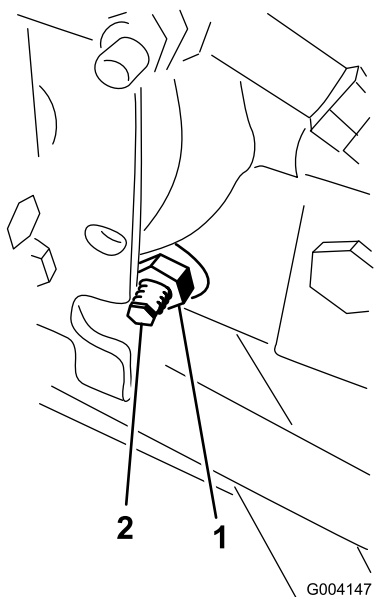

Figure 82
3. Sous le côté droit de l'hydrostat, desserrez le contre-écrou sur la came de réglage de transmission (Figure 82).